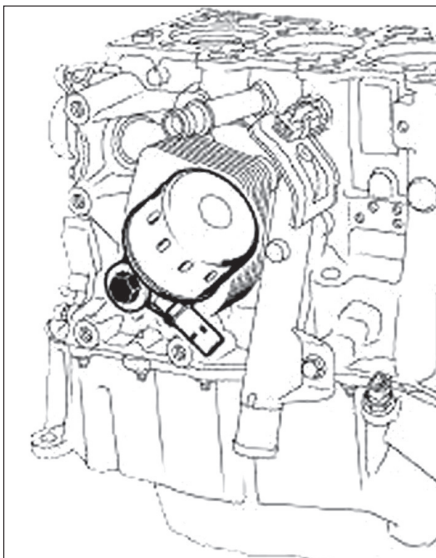

Fig. 97
- Reposer le support du filtre à huile, avec des joints neufs. Reposer la vis de fixation du support avec des joints neufs (4,5 daN.m) (Fig.97).